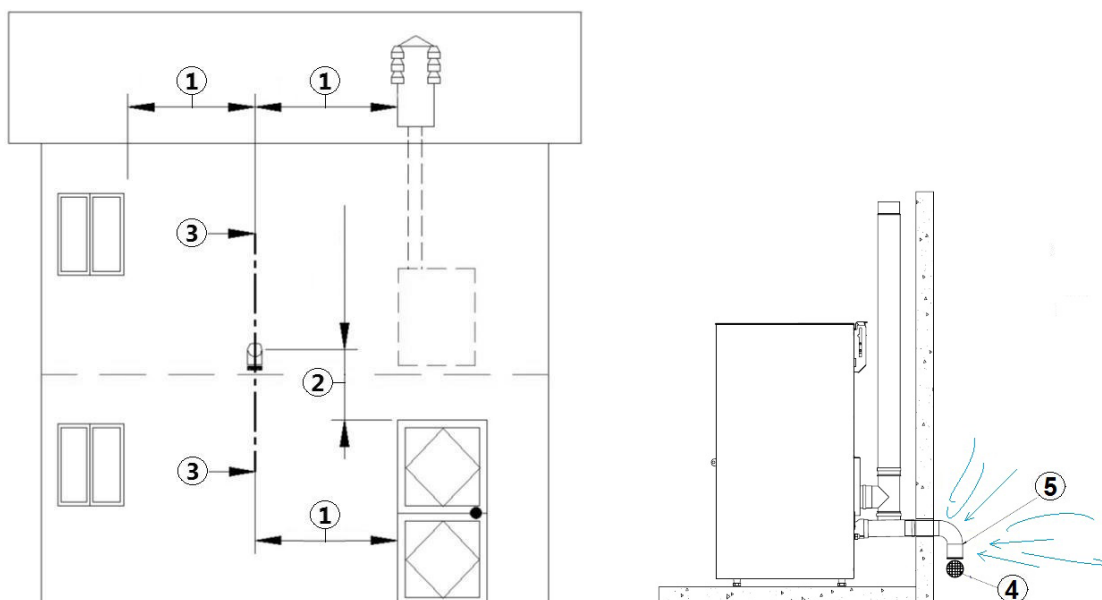

Fig. 8 - Öffnung für die Verbrennungsluft für eine hermetisch dichte Installation
- An der Außenwand muss eine 90°-Krümmung installiert werden, um die Verbrennungsluftzufuhr von den Auswirkungen des Windes zu schützen: Die Öffnung der Krümmung nach unten richten, siehe **Fig. 8 a pag. 11**.